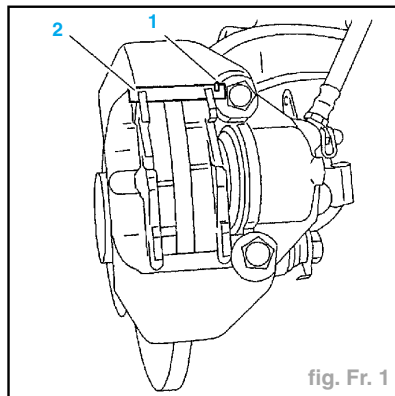

fig. Fr. 1
- Déposer (fig. Fr. 1) :
- l'épingle (1),
- la clavette (2).
- Reposer (fig. Fr. 1) :
- la clavette (2),
- l'épingle (1).